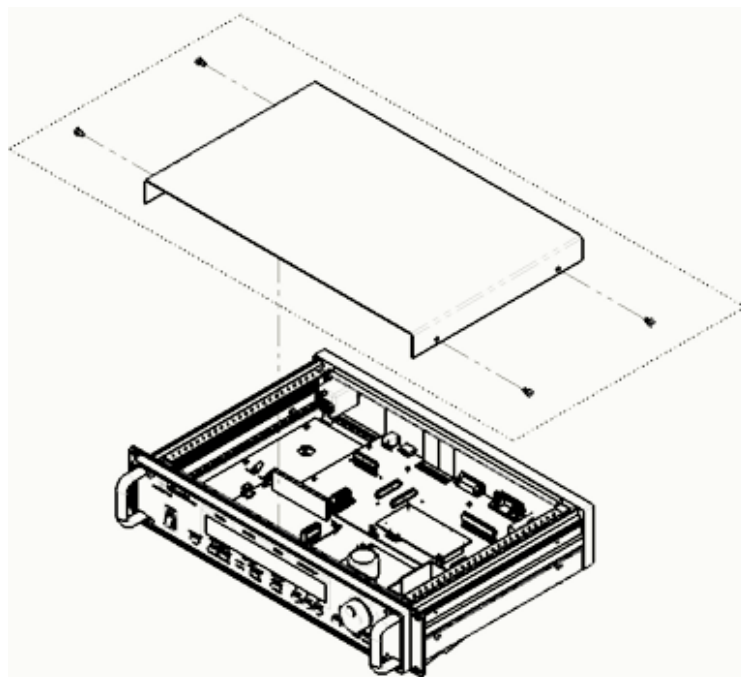

Bild 8-1 DSP7000-Abdeckung
1. Einheit ausschalten. Phillips-Kopfschrauben beidseitig der DSP7000-Controllerabdeckung wie auf *Bild 8-1 DSP7000-Abdeckung* illustriert abschrauben und Abdeckung entfernen.